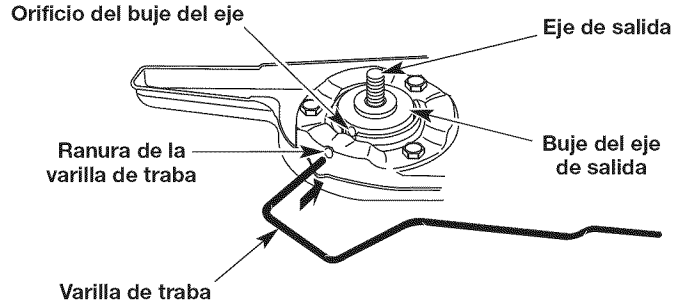

Fig. 16
1. Alinee el orificio del buje del eje con la ranura de la varilla de traba (Fig. 16). Inserte la varilla de traba en la ranura de la varilla y el orificio del buje del eje (Fig. 16).
2. Alinee el orificio del buje del eje con la ranura de la varilla de traba (Fig. 16). Inserte la varilla de traba en la ranura de la varilla y el orificio del buje del eje (Fig. 16).